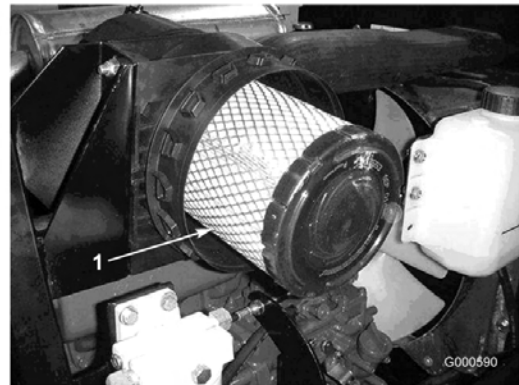

Figure 32
3. Déposez et remplacez l'élément principal (Figure 32).